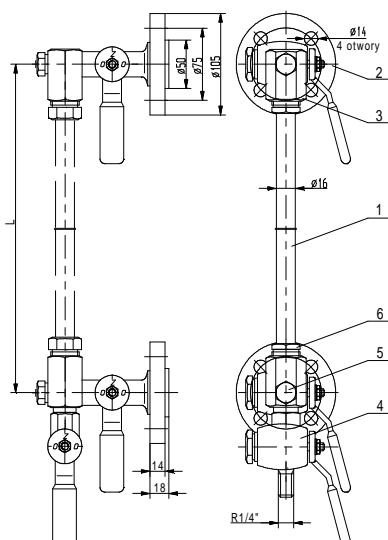

Abbildung 1.
- Bei langsamer Erwärmung „sinken“ die Dichtungen leicht ab. Treten nach Betätigung des Flüssigkeitsstandanzeigers Durchtritte auf, sind alle Schrauben, Muttern oder Gewindestopfen mit einem Drehmomentschlüssel an undichten Stellen anzuziehen. Vor dem Anzug des Gewindestopfens (6) (Abbildung 1) sind die Köpfe mehrmals mit dem Schlüssel zu öffnen und wieder zu schließen. Diese Abdichtung ist bei geschlossenen Köpfen und geöffnetem Ablasshahn durchzuführen.